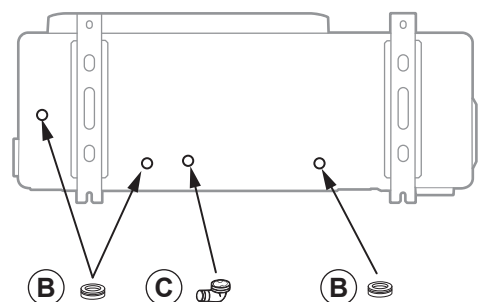

Abb. 18 - Aufstellen der Außeneinheit, Kondensatabfluss
- Während des Betriebs kann Wasser aus der Außeneinheit ablaufen. Das Gerät nicht auf einer Terrasse installieren, sondern an einem entwässerten Ort (Kiesel- oder Sandbett). Wenn die Installation in einer Region erfolgt, in der die Temperatur während längerer Zeit unter 0°C fällt, muss geprüft werden, ob Eisbildung nicht zu einer Gefahr führt. Man kann aber auch eine Abflussleitung an der Kondensat-Auffangwanne installieren (*Abb. 18*).
Die Außeneinheit muss im Vergleich zum Boden um mindestens 50 mm überhört sein. In Regionen mit starkem Schneefall muss diese Höhe vergrößert werden, darf jedoch 1,5 m nicht überschreiten (Abb. 18).